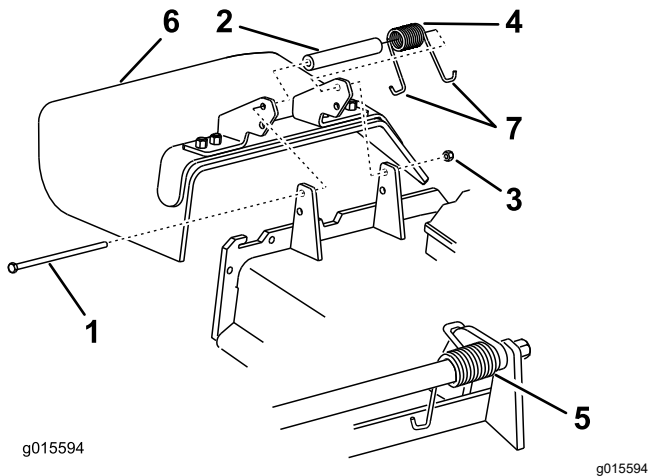

Figure 106
1. Retirez le contre-écrou, le boulon, le ressort et l'entretoise qui fixent le déflecteur aux supports de pivot (Figure 106).
2. Enlevez le déflecteur s'il est endommagé ou usé (Figure 106).
Remarque: Prenez soin de placer 1 extrémité en J du ressort derrière le bord du tablier avant de mettre le boulon en place, comme montré à la Figure 106.
6. Accrochez l'extrémité en J du ressort au déflecteur d'herbe (Figure 106).